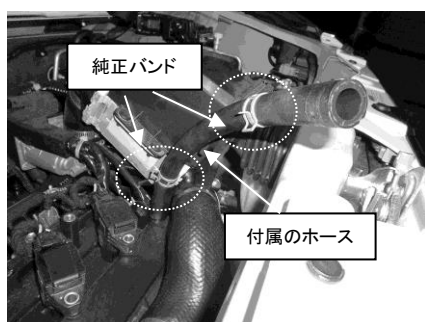

図 7
- 5) 純正ブローバイホースに付いていたバンドをキット付属のホースに付け替え、純正ブローバイホースの付いていた位置にホースを差し込みます。(図 7 参照)